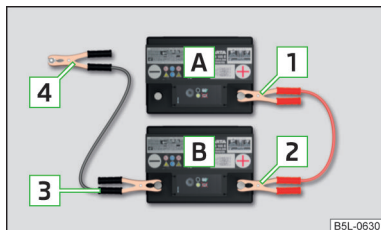

Fig. 187
- Fissare il morsetto **1** al polo positivo della batteria scarica **A** » fig. 187.